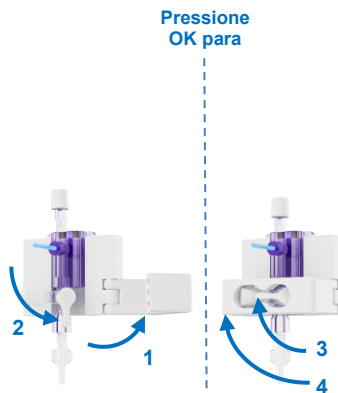

Figura 25 Zeragem do sensor de pressão
- Verifique se não há bolhas de ar acumuladas no sensor de fluxo. Abra o clipe de alumínio para soltar a tampa (Figura 25). Abra a tampa e verifique se há bolhas de ar. Manipule a tubulação para remover qualquer bolha de ar. Empurre a tampa para fechar o sensor.
- Abra o suporte do sensor de pressão para acessar a válvula do sensor de pressão (Figura 25; etapa 1). Conforme indicado no visor (vide abaixo), gire a válvula do sensor de pressão para baixo para abrir o sensor e medir a pressão atmosférica (Figura 25; etapa 2).
- Gire a válvula do sensor de pressão de volta para a posição horizontal (Figura 25; etapa 3) e feche o suporte do sensor de pressão para proteger a válvula contra abertura accidental (Figura 25;etapa 4). Pressione OK na unidade de bomba para continuar.
- Caso o Liver Assist não consiga determinar se o sensor de pressão está conectado corretamente ao circuito de perfusão, verifique se a válvula do sensor de pressão está na posição horizontal (Figura 25, etapa 3). Pressione OK se a válvula do sensor de pressão estiver na posição horizontal.